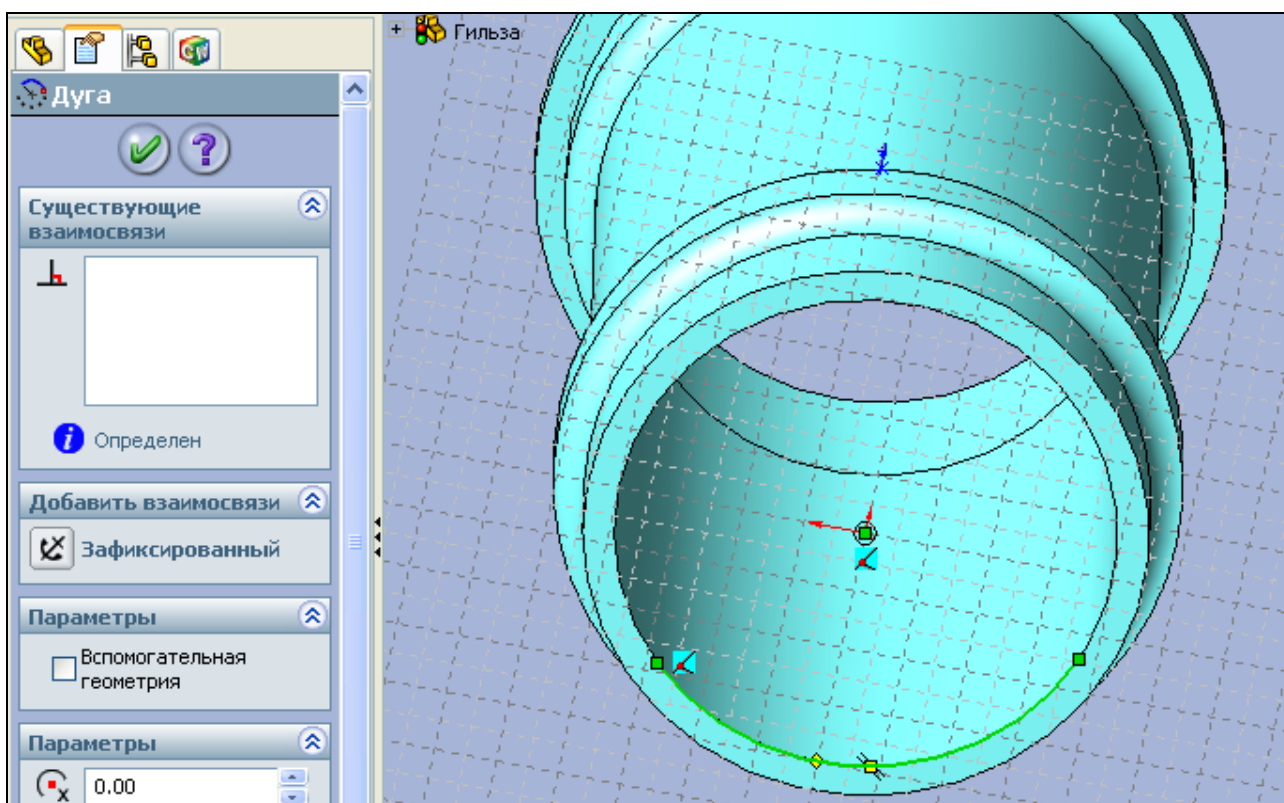

Рис. 8.5. Построение эскиза дуги для задания боковой нагрузки
5. Теперь зададим боковое усилие N на гильзу цилиндра со стороны поршня. Поскольку боковое усилие действует не по всей образующей цилиндрической поверхности, а область действия силы ограничена зоной, составляющей примерно 1/6 часть окружности, то необходимо эту зону сформировать. Для этого перейдите в режим геометрических построений, нажав кнопку  — **Дерево конструирования**. Затем поверните модель гильзы нижней частью к себе и щелкните мышью по нижней грани (рис. 8.5) так, чтобы она подсветилась.
Откройте на этой грани эскиз, нажав на кнопку  — **Эскиз** в панели инструментов **Эскиз** или пройдите путь в главном меню **Вставка | Эскиз**. Программа перейдет в режим рисования эскиза. Затем с помощью инструмента  — **Центр дуги** в панели инструментов **Эскиз** постройте в эскизе на боковой поверхности гильзы цилиндра дугу так, как показано на рис. 8.5. Нажмите кнопку  **ОК**, чтобы закрыть диалоговое окно **Дуга**.